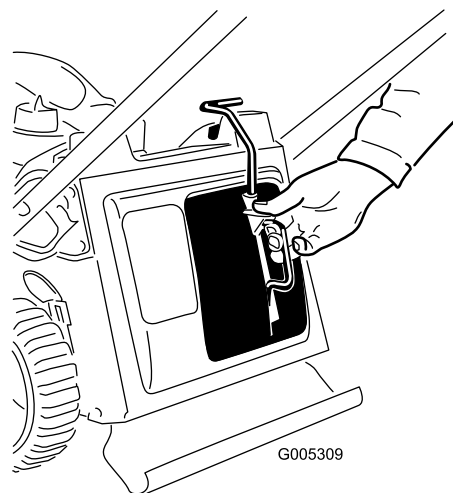

Figura 25
1. Togliete il tappo mulching (Figura 25).